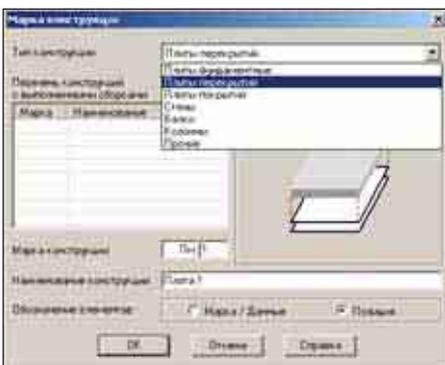

Рис. 28
- *Сборка и маркировка конструкций* – дублирующая команда, вызываемой через контекстное меню из дерева проекта. Осуществляет сборку отдельных арматурных изделий и деталей в строительные конструкции (рис. 28);